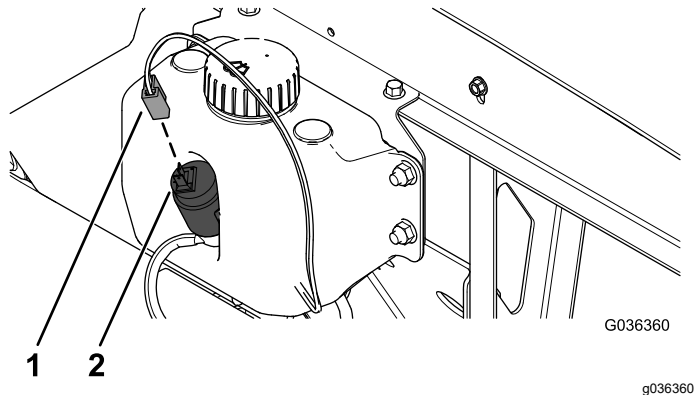

Bild 12
1. Fluchten Sie den 2-Buchsen-Stecker des Kabelbaums mit dem 2-Stift-Stecker der Scheibenwaschanlagenpumpe aus (Bild 12).
2. Schieben Sie den Kabelbaumanschluss auf die Pumpe, bis der Anschluss fest sitzt (Bild 12).